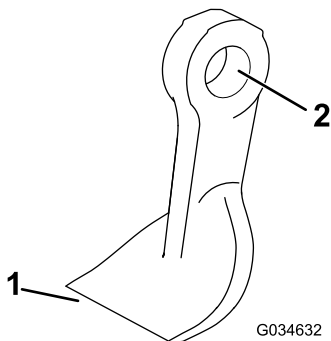

Figura 78
4. Controllate ogni lama per escludere danni, con particolare attenzione a dispositivi di fissaggio, taglienti e fori di montaggio (Figura 78). Sostituite tutte le lame e i dispositivi di fissaggio danneggiati.